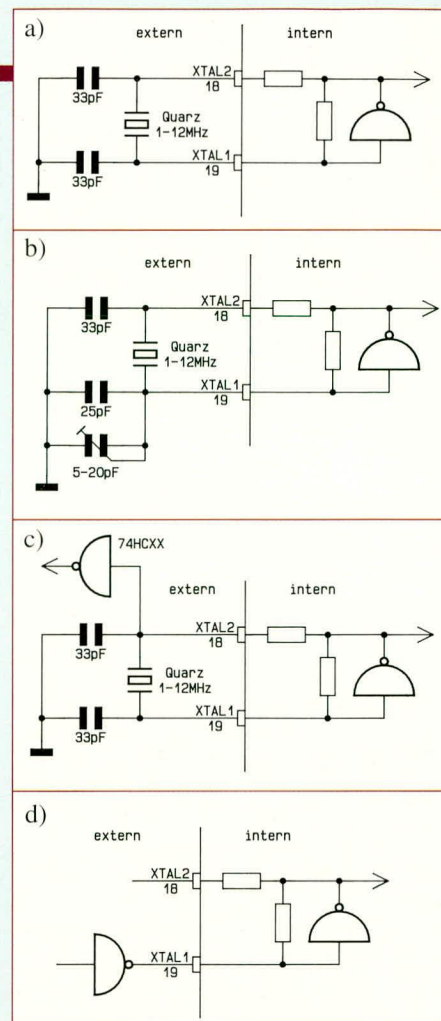

Bild 6: Oszillatorbeschaltungen der MCS51-Familie
Abbildung 6 a zeigt die typische Oszillator-Beschaltung der MCS-51-Familie. Es sind lediglich ein Quarz und zwei Kondensatoren von 33 pF erforderlich. Die Quarzfrequenz kann im Bereich zwischen 1 und
Die Quarzgenauigkeit liegt im Bereich von 0,01 %. Soll diese z.B. für Uhrenanwendungen erhöht werden, so ist eine Justierung mit einem 5 bis 20 pF-Trimmkondensator, wie in Abbildung 6 b gezeigt, möglich. Soll die Oszillatorfrequenz für weitere Schaltungsteile noch Verwendung finden, so kann diese gemäß Abbildung 6 c mit einem Baustein aus der High-Speed-CMOS-Technik (HC) über XTAL 2 zur weiteren Verwendung ausgekoppelt werden.
Der 8031 läßt sich auch über einen externen Taktgenerator betreiben. Hierzu wird der Ausgang des Treibers direkt am Anschluß XTAL 1 angeschlossen (Abbildung 6 d). XTAL 2 bleibt hierbei unbeschaltet.